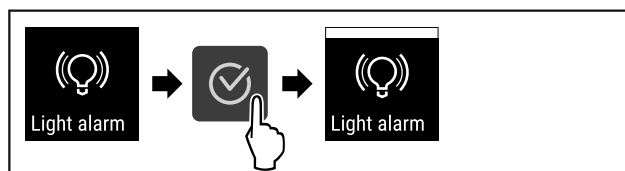

Fig. 98
- Eseguire i passi (vedere Fig. 98) .